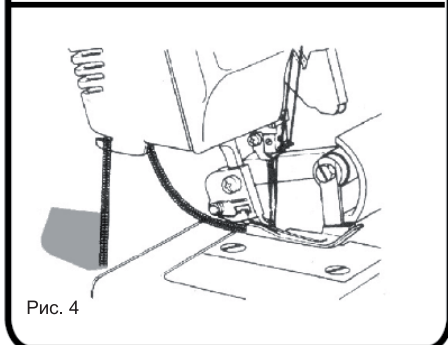

Рис. 4
7. Обрежьте нить нитеобрезателем на крышке лампочки (Рис. 4).